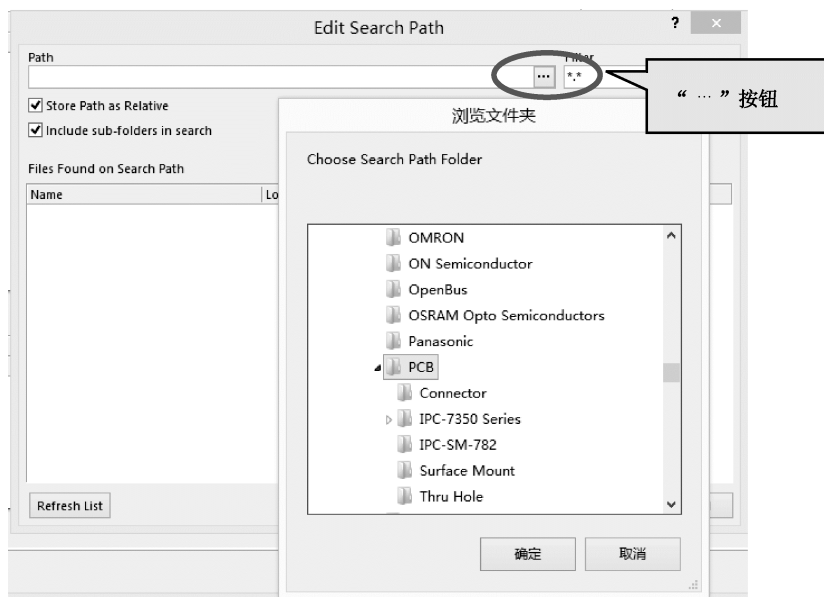

图 3.4.33 添加 PCB 文件夹
(2) 在“Search Paths”标签下,单击“Add(追加)”按钮,弹出“Edit Search Path(编辑查找路径)”对话框,单击“...”按钮,弹出“浏览文件夹”对话框,在其中选择元器件库所在的位置,本例是在“AD13\Library\Pcb”,如图 3.4.33 所示。